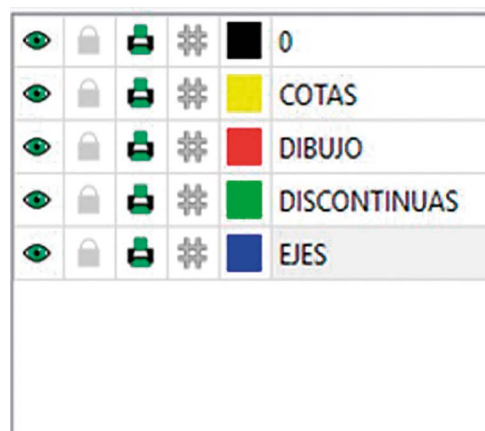

Fig. 9.21 Capas creadas
5. Ahora creamos las capas que utilizaremos en todos los dibujos (fig. 9.21). Para ello, en el cuadro de capas que se encuentra a la derecha de la pantalla, con la función +, creas las siguientes capas con los colores que creas convenientes y más cómodos para dibujar: